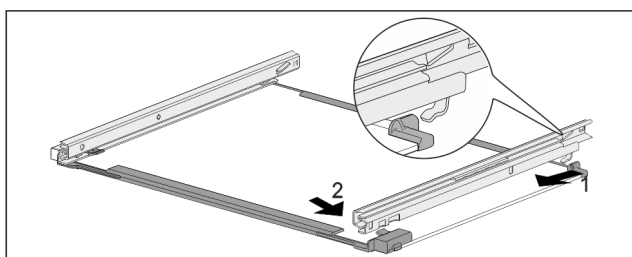

Fig. 173 Glassplate med skinner
- ▶ Hekt inn skinne bak. Fig. 173 (1)
- ▶ Hekt inn skinne foran. Fig. 173 (2)